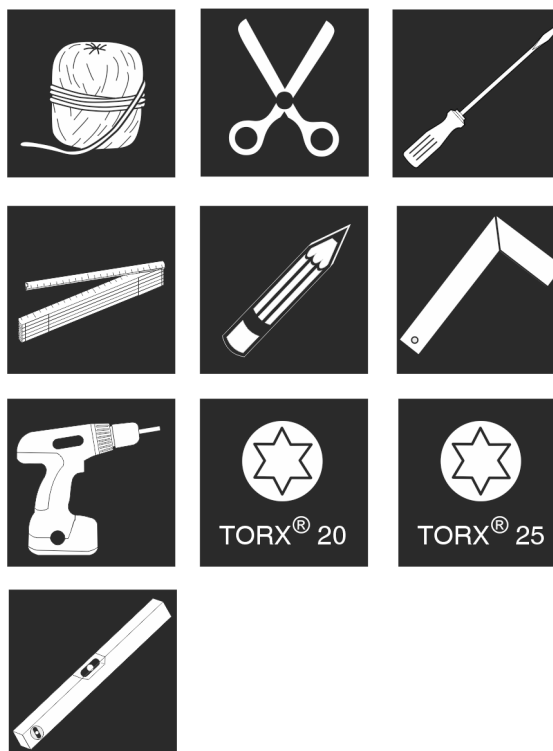

Fig. 18
1. Надати інструмент. Fig. 18 ()